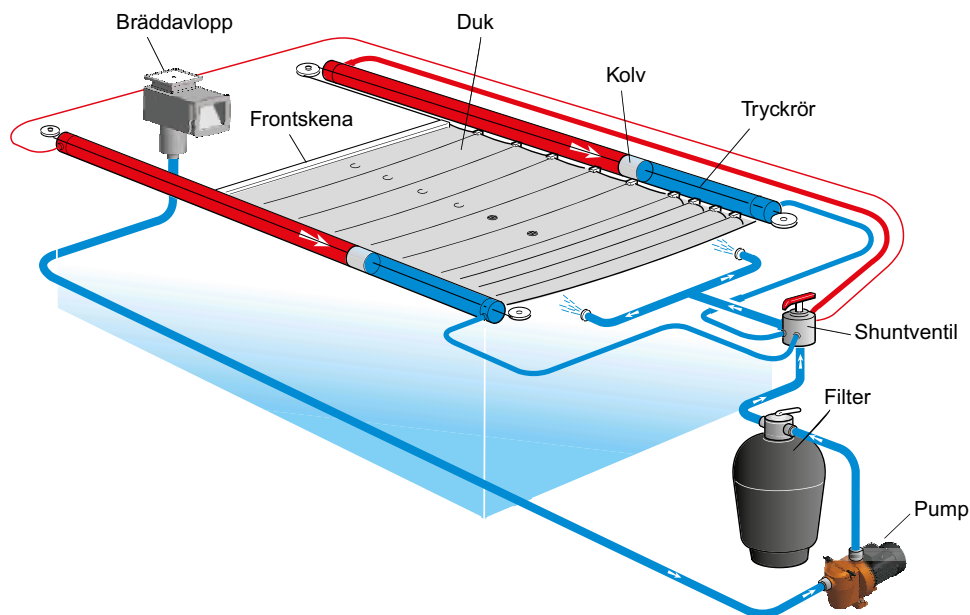

Bild 19. Inkoppling av shuntventil i reningssystemet
4. Koppla in shuntventilen enligt principbilden, bild 19. Det är fördelaktigt om ventilen monteras på ett särskilt fäste som kan tillhandahållas från Er poolleverantör eller Pool-Guard. Se bild 35. När reningsaggregatet startas skall shuntventilen skall då stå i läge POOL (handtagets spets pekar mot shuntventilens utloppsledning till pool). Det är helt normalt att en liten mängd vatten därvid läcker ut genom utloppsnipparna till matarledningarna.
16. Bild 19 visar hur ledningarna skall kopplas, pilarna visar poolskyddets rörelseriktning.